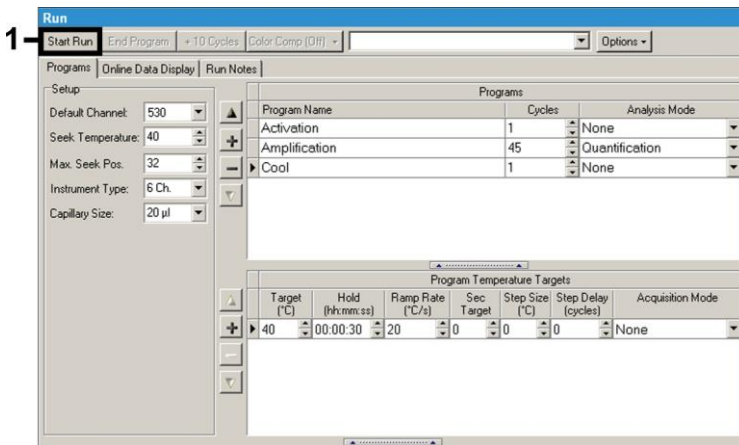

Fig. 9: Start af PCR-kørslen.
- For at starte PCR-kørslen, skiftes til feltet *Run* og aktiveres funktionen *Start Run* (se Fig. 9). Efter angivelsen af mål-stedet for at gemme dataene, startes PCR-programmet.